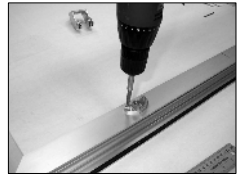

Fig. 5
- E. Percer à la perceuse avec une mèche adéquate et monter la bride avant en s'assurant de bien serrer les vis (Fig. 5 et Fig. 5bis).
- E. Percer à la perceuse avec une mèche adéquate et monter la bride avant. Veiller à bien serrer les vis (Fig. 5 et Fig. 5bis).
Fig. 5 bis